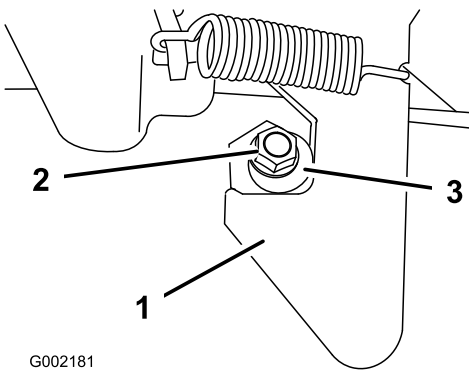

Bild 16
1. Lösen Sie die Mutter am Ende des Verriegelungsposten (Bild 16).
2. Drehen Sie den Verriegelungsposten nach rechts, bis er am Riegel anliegt. Ziehen Sie dann die Mutter fest (Bild 16).